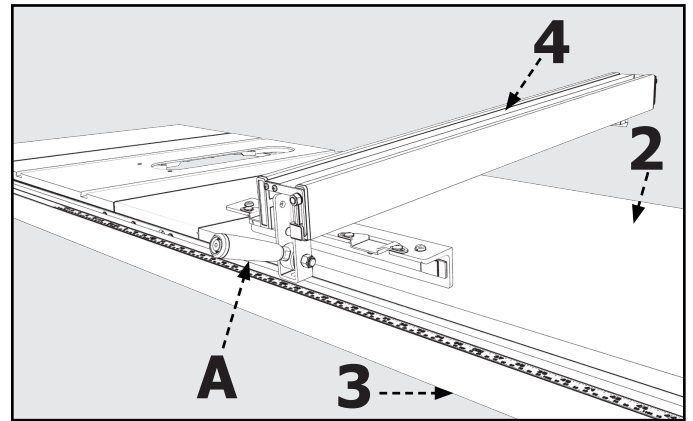

FIGURA 11
1. Coloque el carril de tope (4) en el tubo guía (3) y levante la palanca de sujeción (A).
2. Guíe el carril de tope en el carril guía trasero (2), como se muestra en la **Figura 11** y, con cuidado, empújela en el tubo guía (3).